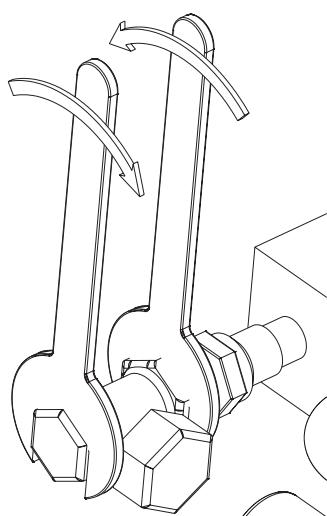
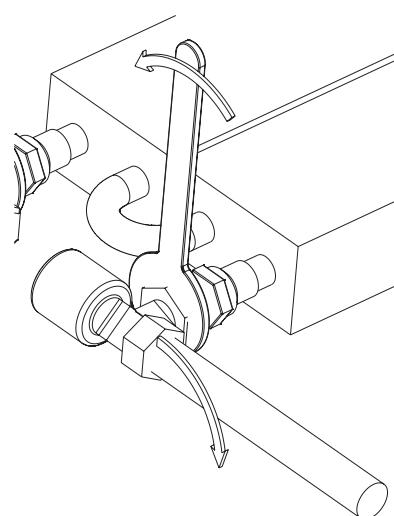

рис. 6
рис. 7
- Комплектующие для регулирования по воде (01, 02, 03, 04, 05, 06) поставляются вместе с конвектором и требуют подключения к теплообменнику при монтаже. При соединении прямого терmostатического вентиля или двухпозиционного регулирующего клапана гайка должна затягиваться встречными усилиями двумя гаечными ключами (рис. 6). Когда закрепляются угловые вентили и регулирующие клапаны, встречный вращающий момент должен быть обеспечен с помощью стержня с резьбой (1/2" резьба) (рис. 7). Если не применять такие приспособления, то возможно нарушить тefлоновое уплотнение и тогда патрубок для присоединения должен быть отсоединен от теплообменника для ремонта. Нельзя допустить утечки воды через неплотные соединения. Стандартные вентили и двухпозиционные регулирующие клапаны предназначены для присоединения к стальным трубам. Если используются медные трубы, то это следует указать при заказе. При использовании вентиля с комплектующей 05 - терmostатической головкой с выносным датчиком она должна монтироваться перед укладкой бетона. При монтаже рекомендуется проверить водонепроницаемость инсталляции.